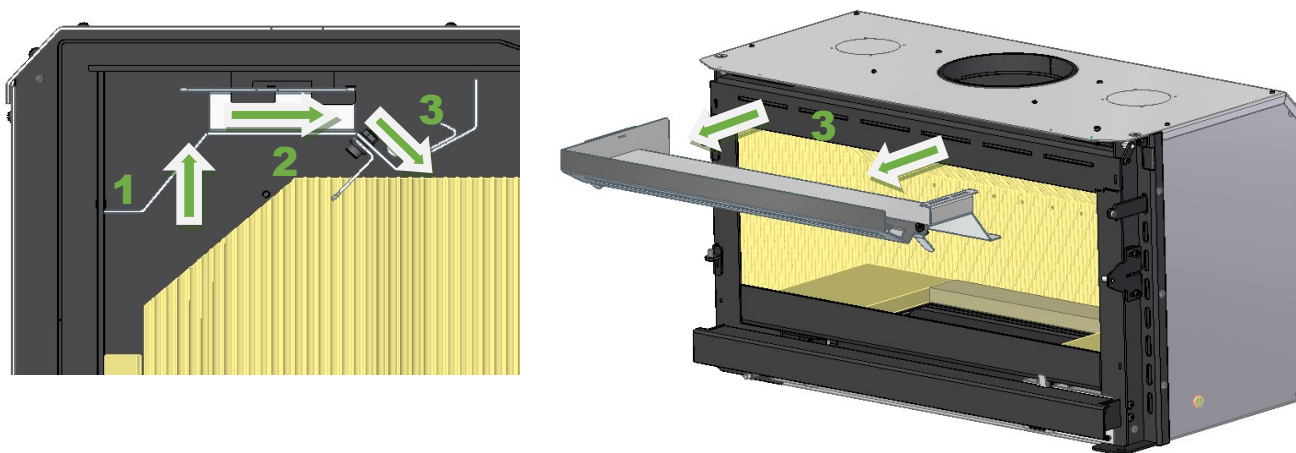

Figura 37 – Desmontaje del circuito de humos
2. Retire el canal de humo (B) empujándolo hacia la parte superior de la estufa (1). A continuación, mueva el canal de humo hacia delante (2), está suelto y retírelo moviéndolo hacia abajo (3), Figura 37.